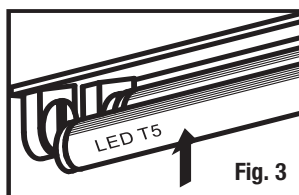

Fig. 3
4. Bring the LED lamp to the luminaire and insert lamp pins into the luminaire lamp holders (Fig. 3).
4. Apporter la lampe LED au luminaire et insérer les broches de la lampe dans les supports de la lampe du luminaire (Fig. 3).